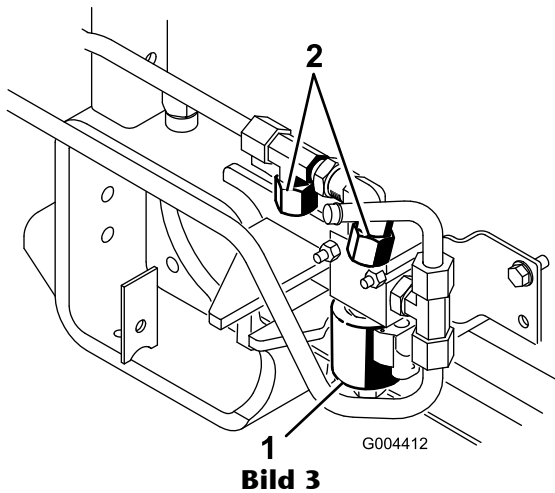

Bild 3
1. Nehmen Sie die zwei Abdeckstopfen vom hinteren Remotehydraulikventil ab (Bild 3).